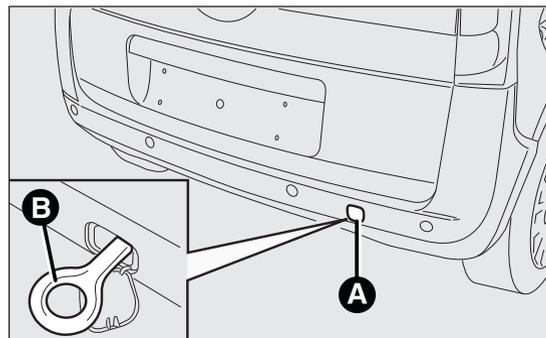
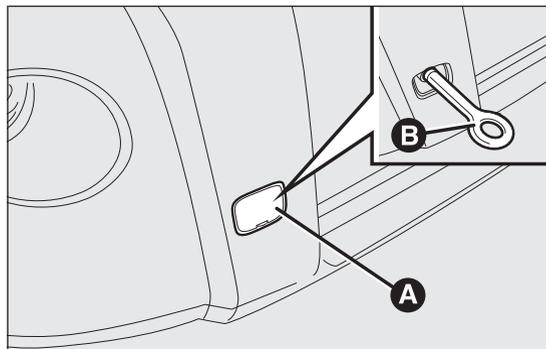

fig. 165
fig. 166
- desenganchar el tapón A fig. 165 fig. 166;
- extraer la argolla de remolque B fig. 165 fig. 166 de la bolsa de herramientas;